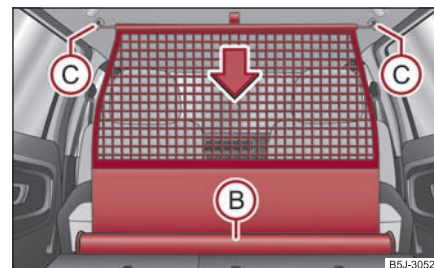

Fig. 90 Rularea peretelui despărțitor
- Trageți bara în spate din suporturile din plafon, mai întâi pe o parte, apoi pe partea cealaltă, și scoateți-o din suporturi (C) ⇒ pagina 75, fig. 90.
- **Susțineți** bara transversală astfel încât peretele să se poată rula încet și fără să se deterioreze, în carcasă (B).